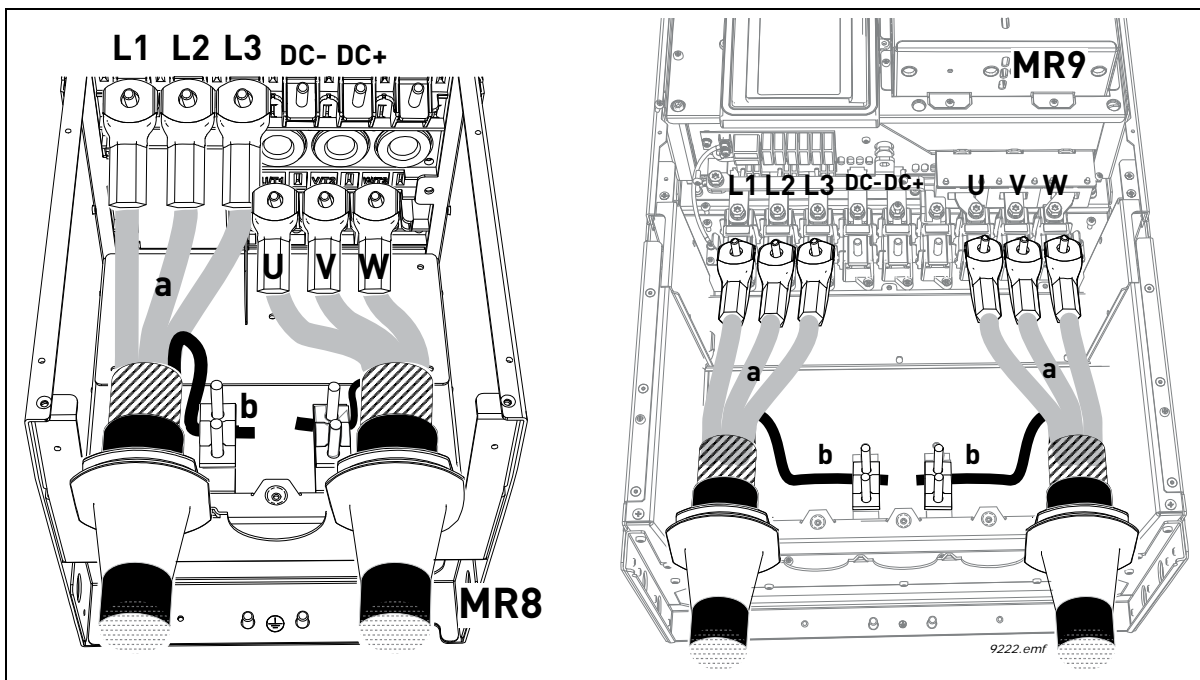

图 42.
- 将所有电缆的屏蔽层的剩余部分编成辫子，然后安装一个接地线路，如图 42 所示 (b)，使用附件包内的电缆夹。